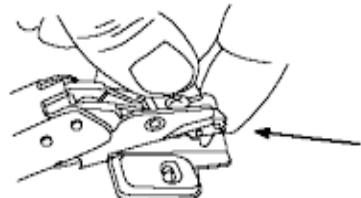

Fig. 8
3. Fixez les charnières à la porte (fig. 8). Fixez solidement à l'aide des vis fournies. NE PAS TROP SERRER LES VIS DE MONTAGE DE LA CHARNIÈRE. Utilisez un tournevis à pointe cruciforme (Phillips) pour serrer ses vis à la main – juste au point où on les sent s'appuyer.